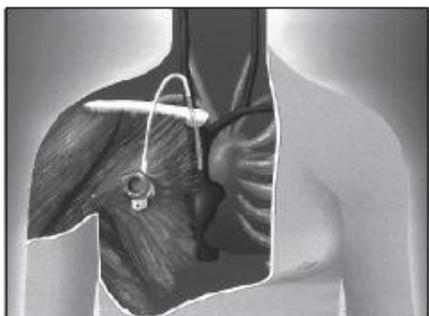

Fig. 1
a) Deve-se posicionar a extremidade do cateter na Veia Cava Superior, na entrada da aurícula direita tendo em conta um possível movimento da extremidade do cateter.(fig.1)